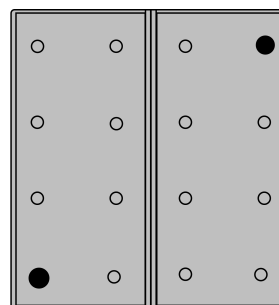

Bild 5: Programmiermodus für Szenentasten aktivieren
- Tasten oben rechts und unten links gleichzeitig 4 Sekunden drücken (Bild 5). Die rote LED blinkt langsam. Der Funksensor ist im Programmiermodus.
- Tasten oben rechts und unten links gleichzeitig kurz drücken, (Bild 5).